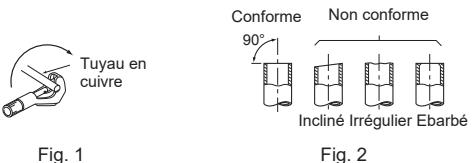

Fig. 1
- 1) Retirez le couvercle du boîtier électrique (1).
- 3) Fixez le tube de canalisation sur la plaque de conduit à l'aide du contre-écrou. Le câble de connexion \odot de l'unité interne/externe qui apparaît à l'intérieur du tube de canalisation doit être inférieur à 7/8 pouce (23 mm). (Fig. 1)
- Coupez correctement le tuyau en cuivre avec un coupe-tuyaux. (Fig. 1, 2)